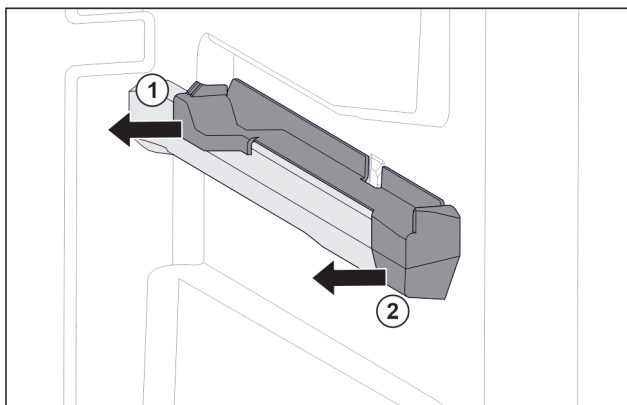

Fig. 74 Nasazovací díl na pravém žebrování na nádoby
- ▶ Stáhněte nasazovací díl vzadu na stranu. Fig. 74 (1)
- ▶ Stáhněte nasazovací díl vpředu na stranu. Fig. 74 (2)